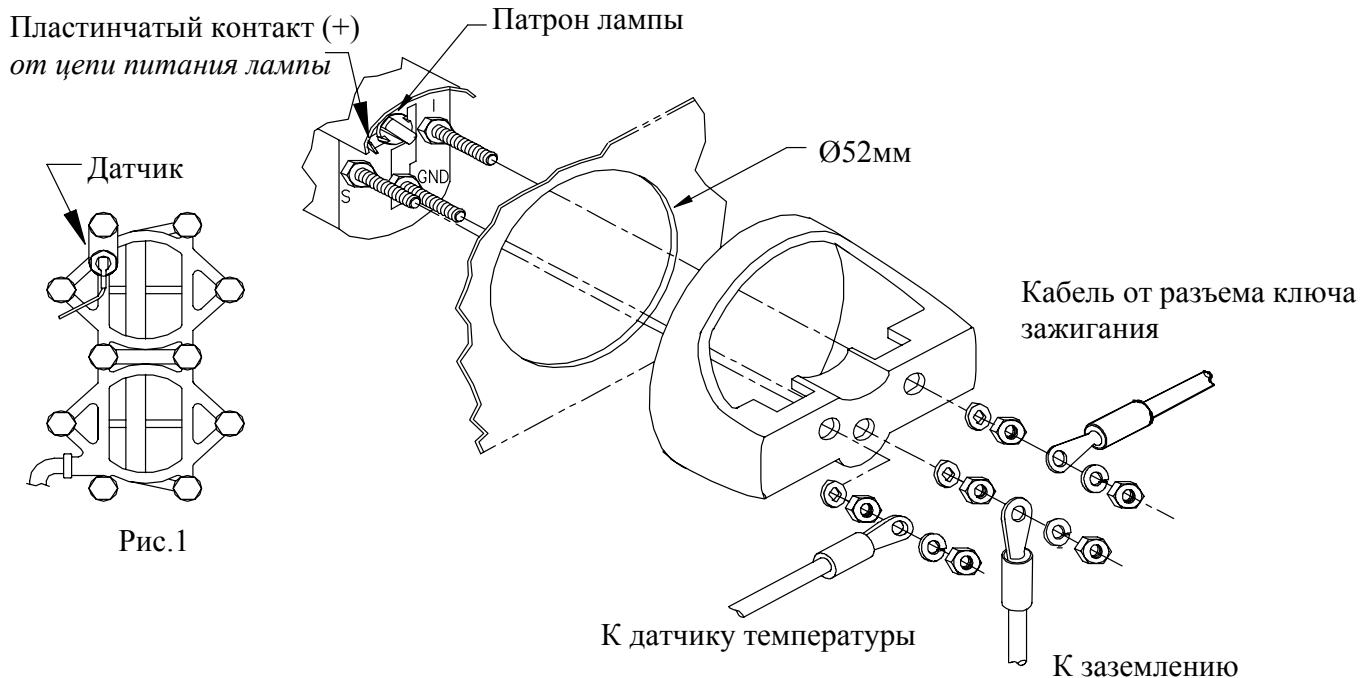

Рис.1
2. Удалить один болт крепления головки блока цилиндра у верхушки головки. Завести болт в отверстие в передатчике и установить на головку блока, как показано на рис.1. «Тело» датчика должно плоско лежать на головке блока цилиндра, чтобы его замеры были точны. Установить болт крепления на его место и затянуть с рекомендуемым усилием (см. инструкцию к мотору).